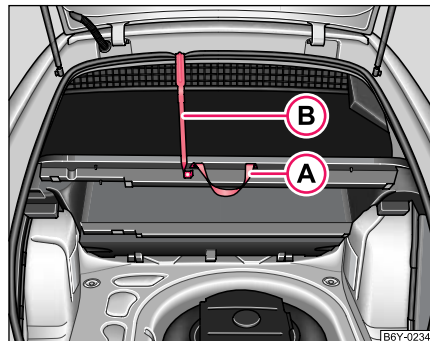

Abb. 173 Laderaumboden mit Kunststoffhaken befestigen
- Den Laderaumboden am Griff ① anheben und mit dem Kunststoffhaken ② (befindet sich unter dem Laderaumboden) am Heckklappenausschnitt befestigen ⇒ Abb. 173. ■